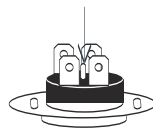

Рис. 6
5. **Водонагреватель оснащен ограничителем температуры (рис.6)**, который прекратит подачу электроэнергии к ТЭНу, при перегреве воды или ее отсутствии в водонагревателе. Если водонагреватель включен в сеть, но не происходит нагрев воды и не горит подсветка ручки терморегулятора, значит отключился или не был включен ограничитель температуры. Для возврата водонагревателя в рабочее состояние необходимо: